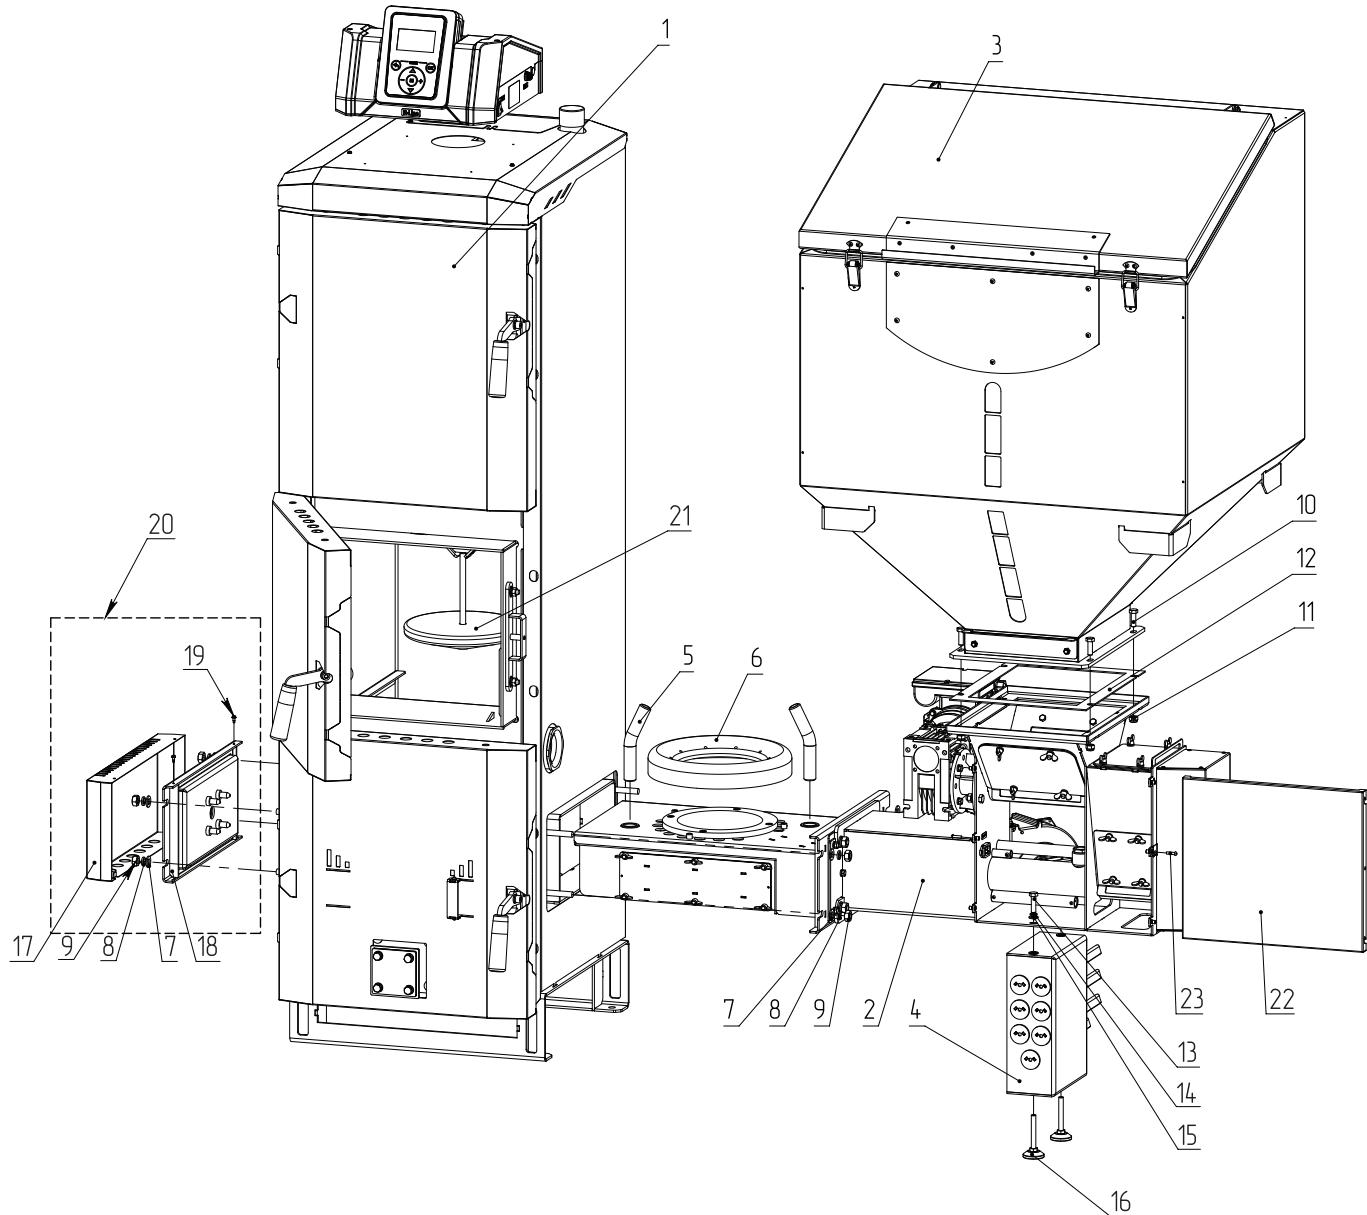

Рис.9 Монтаж котла
1. Открутите саморезы (**Рис.9, поз.19**), снимите кожух заглушки горелки (**Рис.9, поз.17**);
2. Открутите крепежи (**Рис.9, поз.7, поз.8, поз.9**) и снимите основание заглушки (**Рис.9, поз.18**);
3. Открутите винты (**Рис.9, поз.23**) из механизма;
4. Снимите декоративную крышку (**Рис.9, поз.22**) движением вверх;
5. Снимите тарелку (**Рис.9, поз.6**) с горелки;
8. Осуществите сборку заглушки окна горелки (**Рис.9, поз.20**) в обратном порядке;
9. Прикрутите ножку механизма (**Рис.9, поз.4**) с помощью крепежа (**Рис.9, поз.13, поз.14, поз.15**) (Подпятники (**Рис.9, поз.16**) должны быть вкручены в ножку);
10. Установите бункер (**Рис.9, поз.3**) на механизм (**Рис.9, поз.2**) через прокладку (**Рис.9, поз.12**);
11. Зафиксируйте с помощью крепежа (**Рис.9, поз.10, поз.11**);
12. Установите тарелку (**Рис.9, поз.6**) и трубы подачи вторичного воздуха (**Рис.9, поз.5**) на горелку;
13. Установите отражатель пламени (**Рис.9, поз.21**);
14. Установите декоративную крышку (**Рис.9, поз.22**).